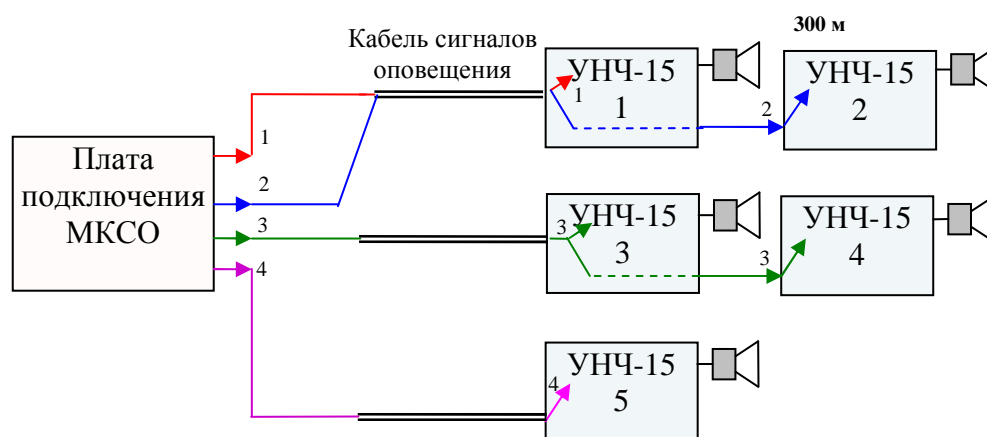

Рисунок 2. Последовательно-параллельное подключение УНЧ-15
**При параллельно-последовательном подсоединении УНЧ-15 к плате подключения МКСО** кроме параллельного подключения к каждому усилителю имеется возможность последовательного подключения другого усилителя (рис.2). Это обеспечивается наличием в УНЧ-15 возможности транслировать на другой усилитель две линии сигнала и одну цепь питания